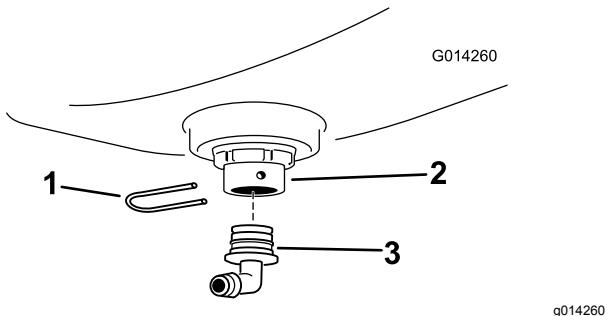

Figura 9
3. Montate un raccordo a 90° sul diaframma e assicuratevelo con una forcella di fissaggio (Figura 9).
5. Montate il segmento del flessibile di 43,3 cm che avete tagliato al passaggio Taglio del flessibile \(pagina 5\) sul raccordo a 90° con una fascetta stringitubo e serrate la fascetta manualmente (Figura 9).